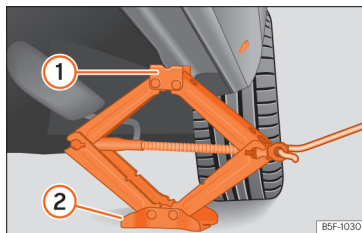

Fig. 198 Longarina: colocação do macaco do veículo.
- Rode a manivela do macaco, colocado por baixo do ponto de apoio da longarina, para levantá-lo até que o ressalto ① » » » Fig. 198 se encontre por baixo do alojamento previsto.
- Alinhe o macaco de forma a que a patilha ① «encaixe» no alojamento previsto da longarina e que a placa base móvel ② fique apoiada no chão. A placa base ② deve ficar colocada na vertical relativamente ao ponto de apoio ①.